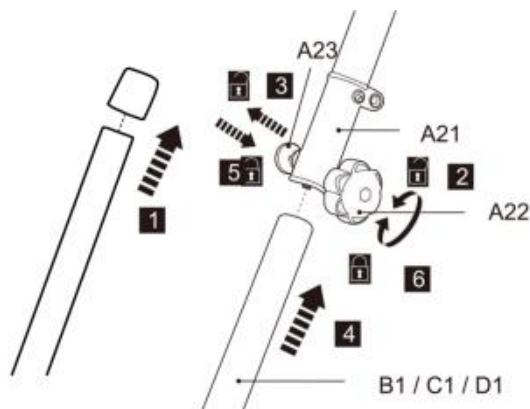

Fig. 3
2. Verwijder de voormonteerde beschermkap van de onderste paal (B1/C1/D1) (Fig. 3 , stap 1).
3. Maak de vergrendelingsknop (A 22) los , maar verwijder deze niet volledig (Fig. 3 , stap 2).
4. Lijn de onderste stang (B 1/C 1/D 1) uit en steek deze in de vergrendelingshuls (A 21), terwijl u de veer aantrekt. bout(A 23) (Fig.3 , stap 3 en 4).
5. Draai de onderste stang iets om het gat uit te lijnen met de veer. bout (A23). Laat de veer los Draai de bout er vervolgens op om de onderste paal op zijn plaats te bevestigen. Zorg ervoor dat de veer De bout klikt vast in het gat (Fig. 3 , stap 5).
6. Draai de vergrendelingsknop (A 22) vast om de verbinding te beveiligen (Fig. 3 , stap 6).